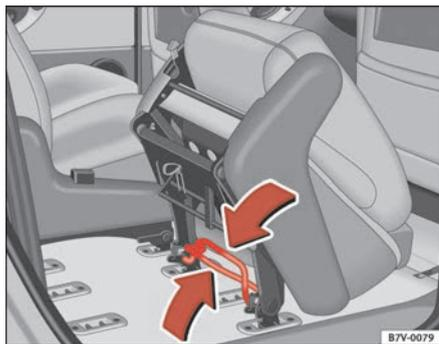

Fig. 92 Staffa per lo smontaggio ed il rimontaggio del sedile singolo
- Premere nel senso della freccia le due staffe ⇒ fig. 92 poste sotto il sedile e rimuovere il sedile verso l'alto. ▶